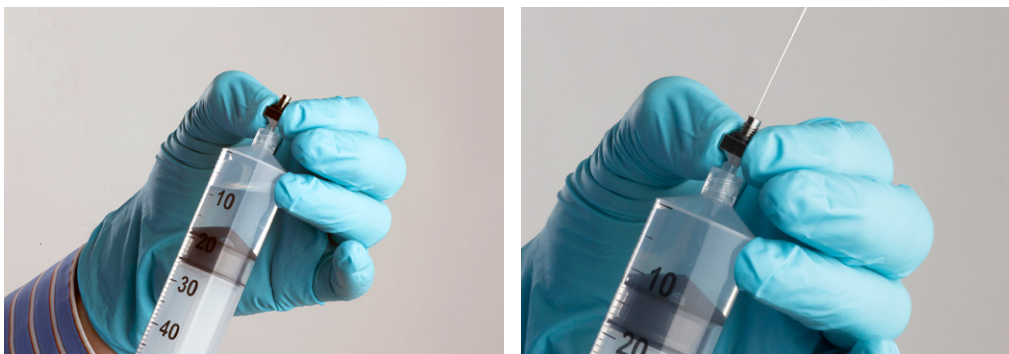

図 7-1：ノズルの洗浄手順
3. 必要に応じてノズルを滴下ノズルから取り外し、脱イオン水または適切な溶剤ですすいしてから（図 7-1 参照）圧縮空気を吹き付けて乾かします。
ノズルを取り外します。図 7-1 のようにノズルに空気または水を通します。